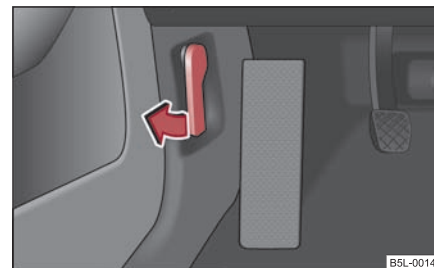

Fig. 14 Palanca de desbloqueo para el capó
- Tire de la palanca de desbloqueo debajo del tablero de instrumentos, lado del conductor ⇒ fig. 14. ■